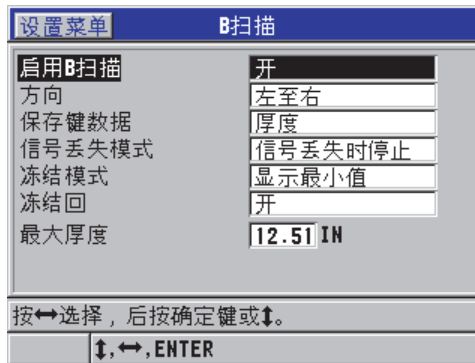

图 9-4 更改 B 扫描参数
可以在 B 扫描屏幕中实时配置 B 扫描（参见第 143 页的图 9-4），方法是先按 [设置] 键，然后在菜单中选择 B 扫描。
1. 在 **B 扫描** 屏幕上（参见第 143 页的图 9-4），将 **保存键数据** 设定为 **厚度 +B 扫描**。